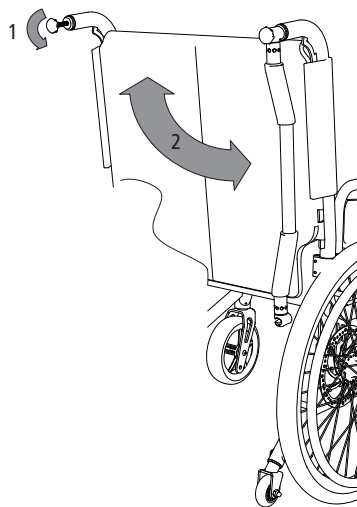

fig. 27
1. For at gøre dette drejes stjernegrebet så langt ud (1, fig. 27), at plastikdelen stikker ud gennem fordybningen.
2. Herefter kan skubbestangen svinges nedad til siden (2, fig. 27). Skubbestangen er nu frigjort, og kørestolen kan klappes sammen. Til låsning af skubbestangen gennemføres proceduren i omvendt rækkefølge.